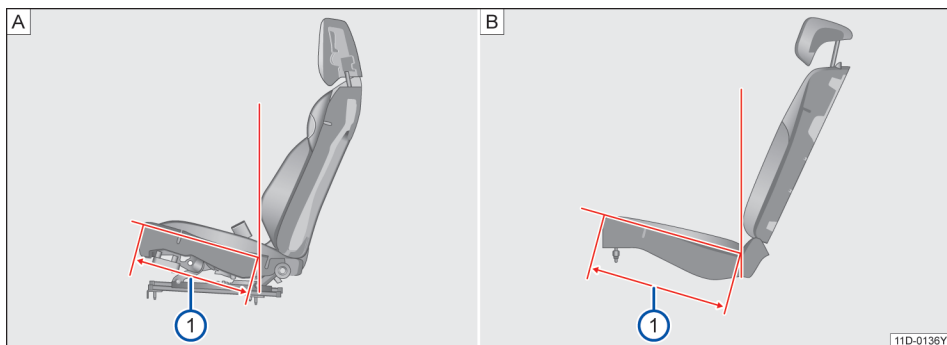

图 63 座椅坐垫深
=377.5mm→图 63|A|①
=353.7mm→图 63|B|①